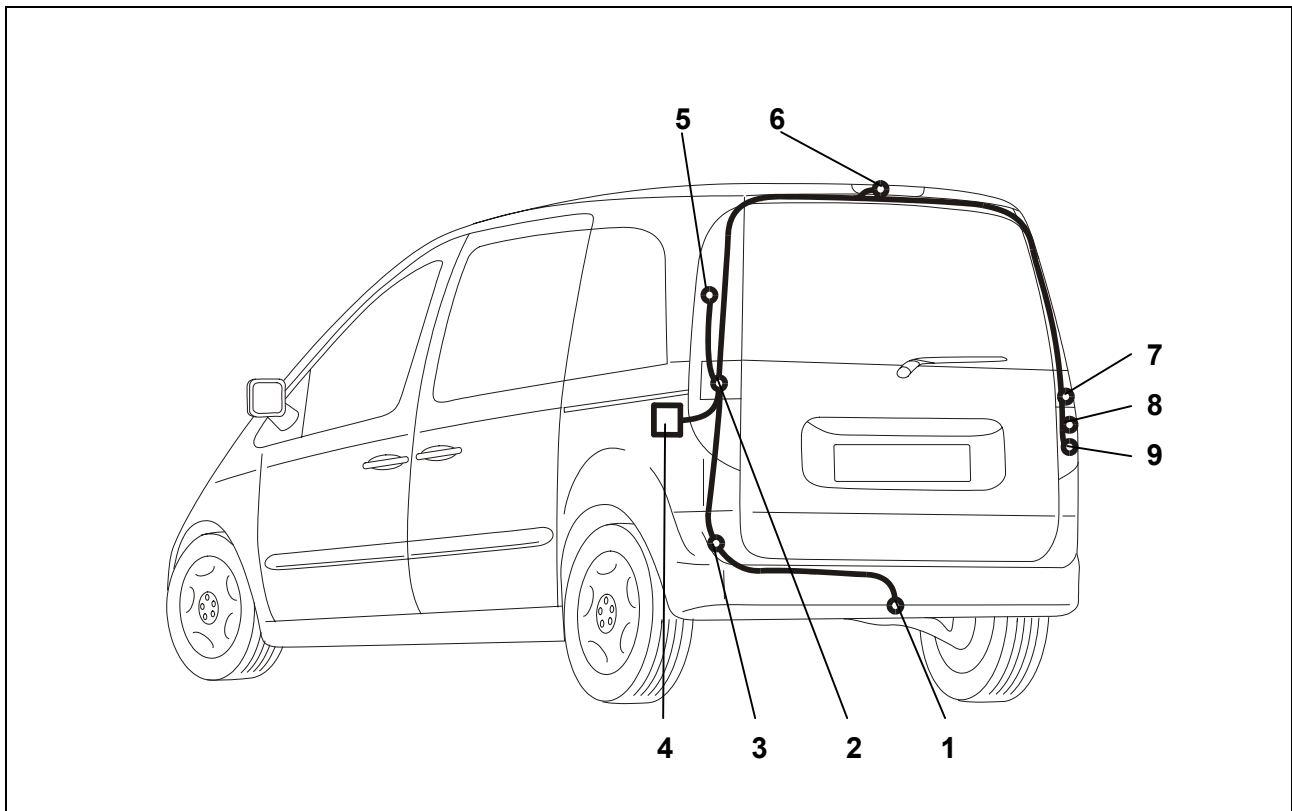

Abb. 2: Einbauübersicht
3. Unterhalb der linken Rückleuchte an geeigneter Stelle (Abb. 2/3) ein 19 mm Loch für die Kabel-Durchführung einbringen. Ggf. vorhandene Kabel-Durchführung nutzen.
4. Das Leitungsende des Leitungsstranges durch die Kabel-Durchführung, ausgehend Hohlraum hinter der linken Rückleuchte, nach außen zum Steckdosenhalteblech (Abb. 2/1) verlegen.
5. Die Gummitülle in die Kabel-Durchführung (Abb. 2/3) einsetzen.
6. Steckdosendichtung aufziehen und den Leitungsstrang gemäß der *Steckdosenbelegung* am Steckdosengehäuse (Abb. 2/1) anschließen und die Gummidichtung an die Steckdose heranschieben.
7. Die Steckdose mit den beiliegenden Schrauben und Muttern am Halteblech (Abb. 2/3) festschrauben.
8. Steckverbindung der linken Rückleuchte (Abb. 2/2) trennen und mit den passenden Gegenstücken des Leitungsstranges verbinden. Stecker müssen einrasten.
9. Das Leitungsende mit den beiden 6-poligen Steckern oberhalb der Dachinnenverkleidung zur rechten Rückleuchte (Abb. 2/7) verlegen.
10. Steckverbindung der rechten Rückleuchte (Abb. 2/7) trennen und mit den passenden Gegenstücken des Leitungsstranges verbinden. Stecker müssen einrasten.
12. Das Anhängermodul (Abb. 2/4) mit Klettband im linken Hohlraum hinter der Rückleuchte befestigen.
13. Die braunen Leitungen mit der Ringöse an dem fahrzeugseitigen Massepunkt (Abb. 2/5) oberhalb des linken Rücklichts anschließen.